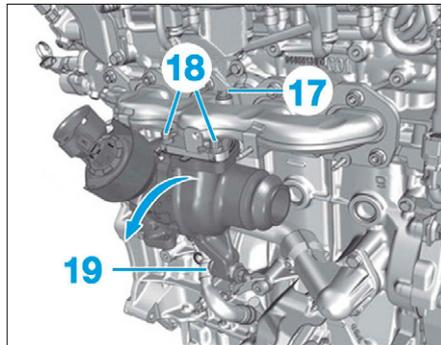
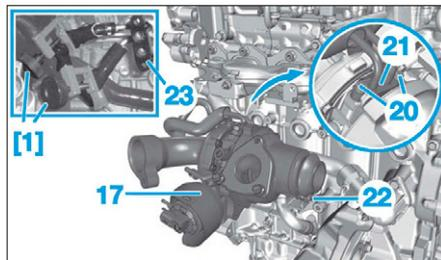
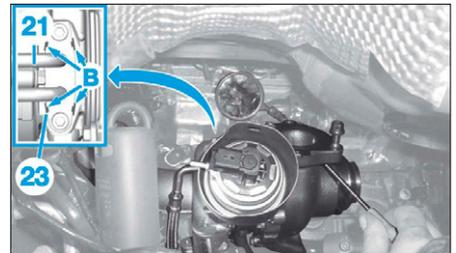

FIG. 67
FIG. 68
FIG. 70
- la vis (17) (Fig.67).
- les écrous (18),
- la vis (19).
- Serrer la vis (19).
- Poser les outils [1] sur les durits de refroidissement du turbocompresseur (Fig.68).
- Déposer les vis (20).
- Serrer la vis (22) (Fig.68).
- Reposer le conduit de liquide de refroidissement (21).
- À l'aide d'un miroir, vérifier la présence des quatre ergots du joint (23) sur le conduit de liquide de refroidissement (B) (Fig.70).